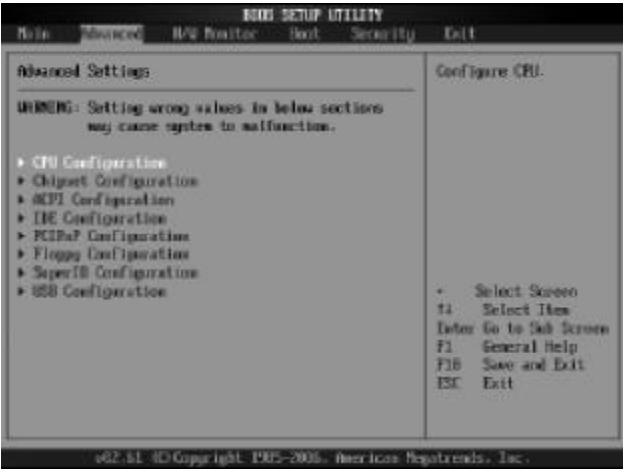

图2
a. 如图 2 在 Advanced 界面将光标移到 CPU Configuration(CPU 设定)后按 Enter 键，会出现如下界面：
b. 如图 2 在 Advanced 界面将光标移到 Chipset Configuration 后按 Enter 键，会出现如下界面：
c. 如图2在Advanced界面将光标移到ACPI Configuration后按Enter键，会出现如下界面：
d.如图 2 在 Advanced 界面将光标移到 IDE Configuration 后按Enter 键，会出现如下界面：
在图 2 中选择[Primary IDE Master]或者[Secondary IDE Master]，按 [Enter]键进入，有如下设置项：
e. 如图2在Advanced界面将光标移到PCIPnP Configuration (PCI 装置设定) 后按Enter 键，会出现如下界面：
f. 如图2在Advanced界面将光标移到Floppy Configuration后按Enter键，会出现如下界面：
g. 如图2在Advanced界面将光标移到Super I/O Configuration后按Enter键，会出现如下界面：
h. 如图2在Advanced界面将光标移到USB Configuration后按Enter键, 会出现如下界面: